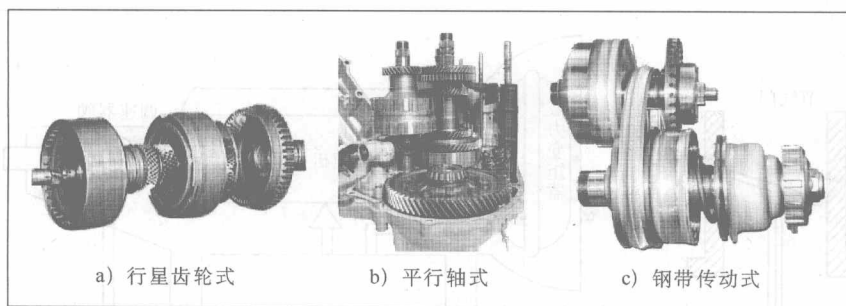

图 1-9 变速机构形式
(2) 变速机构 包括传动机构和换档执行机构。换档执行机构可以使行星齿轮组处于不同的啮合状态，以实现不同的传动比，如图 1-9 所示。
(3) 输油系统 该系统由油泵、输油管路和自动变速器油散热器组成。油泵通常安装在液力变矩器之后，由飞轮通过液力变矩器壳直接驱动，为液力变矩器、控制系统及换档执行机构的工作提供一定压力的自动变速器油。